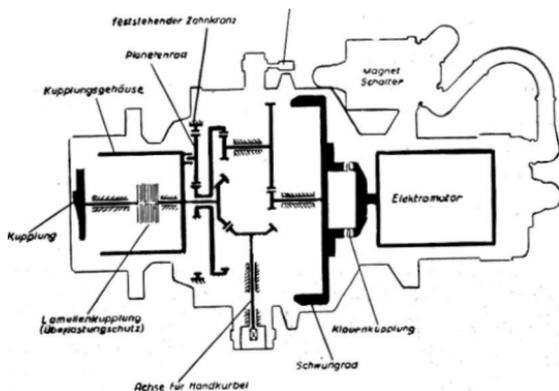

Abb. 90. Schwungkraftanlasser, Schema
- b) **Aufbau** (Abb. 90 u. 91).